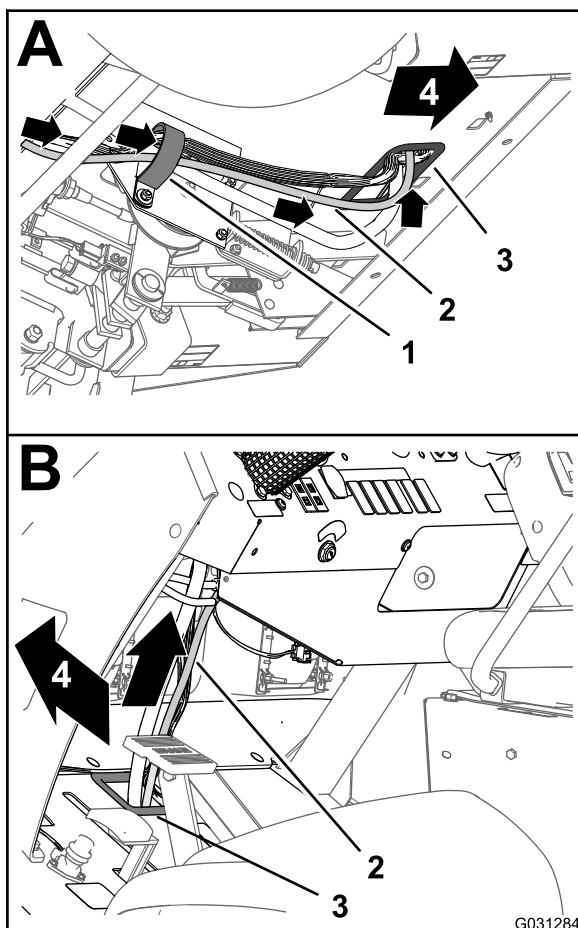

Figure 175
3. Acheminez la branche de 220 cm du faisceau de données vers l'avant et à travers le passe-câble qui entoure le trou dans le panneau de plancher (Figure 175).
4. Acheminez la branche de 220 cm du faisceau de données vers le haut et le long du faisceau avant de la machine (Figure 175).